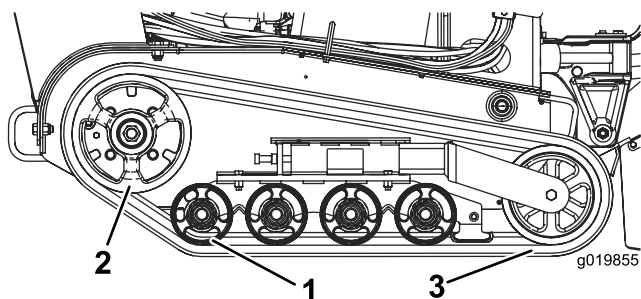

図 46
重要 ホイールと駆動スプロケットも完全に洗浄してください 図 46。
8. 新しいクローラは、駆動スプロケットからスタートして、巻きつけるように取り付ける。クローラの内側についている爪がスプロケットの溝にはまるように取り付けること 図 46。
9. 後ロードホイールと中央ロードホイールの下と間にクローラを押し込むようにして取り付ける 図 46。